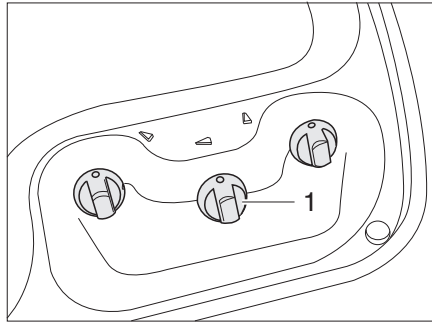
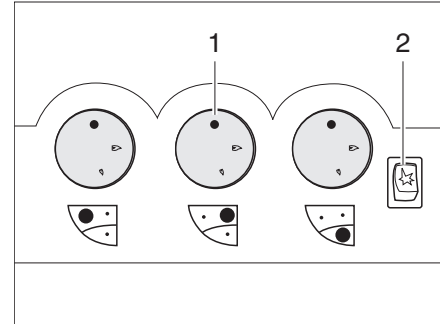

Fig. 312 Elementos de mando para la cocina de gas (sin tecla de encendido piezoeléctrica)
Fig. 313 Elementos de mando para la cocina de gas (con tecla de encendido piezoeléctrica)
- Girar el regulador giratorio (Fig. 312,1 ó Fig. 313,1) correspondiente al quemador deseado a la posición de encendido (llama alta).
- Si hay una tecla de encendido (Fig. 313,2): Generar chispas pulsando la tecla de encendido.